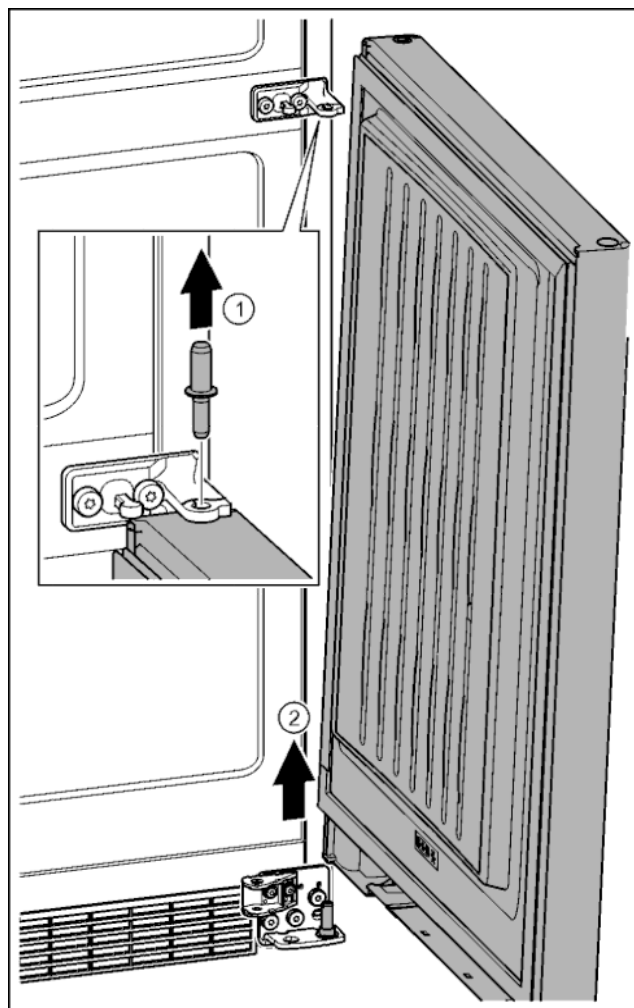

Fig. 22
- ▶ Čep vytáhněte nahoru. *Fig. 22 (1)*
- ▶ Dveře vysadíte, vytáhněte nahoru a odložte stranou. *Fig. 22 (2)*